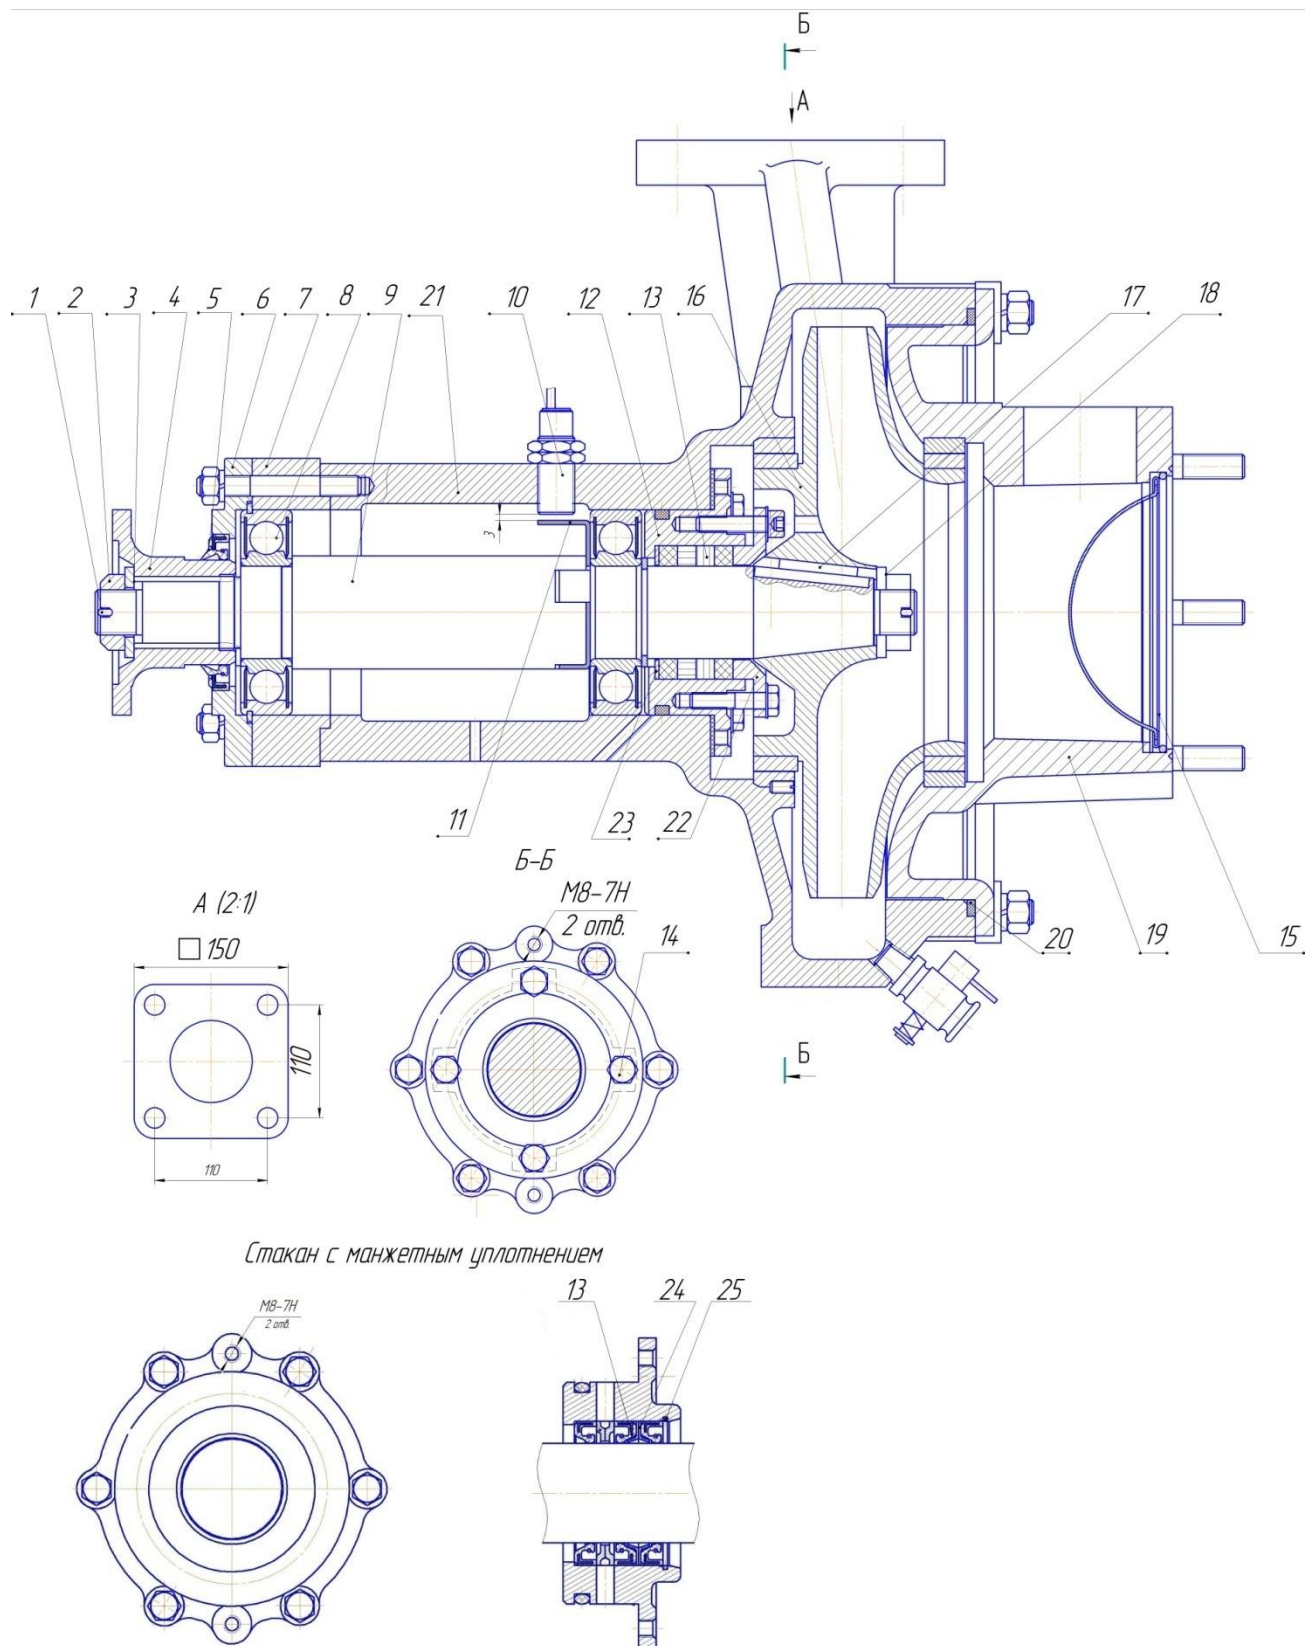

Рис. 2 Насос
3. Нарушена установка датчика	3. Выставить зазор между торцом датчика 10 (рис.2) и пластиной контактной 11 в пределах 2...3 мм. Застопорить выставленное положение датчика контргайкой
Для проведения регулировки необходимо (Рис. 2):